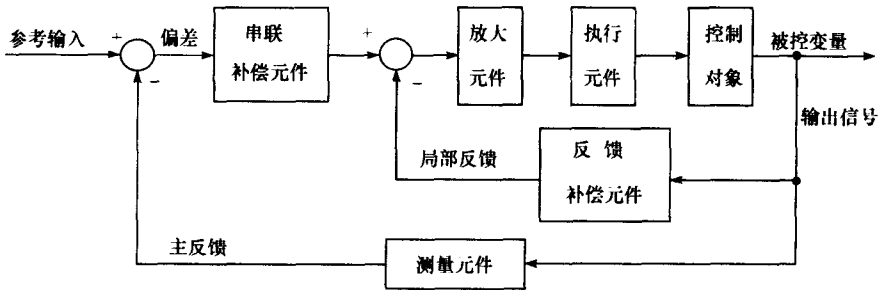

图 1-1 典型闭环系统功能框图
2. 典型闭环控制系统的功能框图见图 1-1。
6. 学校中师生之间的教与学的过程可以看成是一个闭环系统。选择这个系统的输入量和输出量。参考图 1-1 的形式绘出该系统的原理框图。